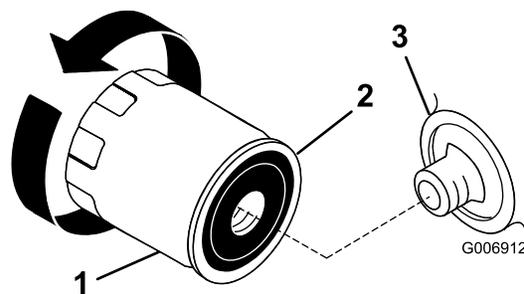

Figura 20
2. Retire el filtro usado y limpie con un paño la superficie de la junta (Figura 20) del adaptador del filtro.
3. Aplique una capa fina de aceite nuevo a la junta de goma sobre el nuevo filtro de aceite (Figura 20).
5. Gire el filtro de aceite en el sentido de las agujas del reloj hasta que la junta de goma entre en contacto con el adaptador del filtro, luego apriete el filtro de aceite media o tres cuartos de vuelta más (Figura 20).